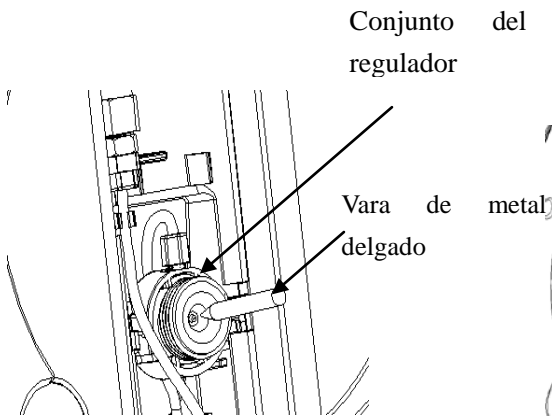

Figura 31
1. En primer lugar, elegir la arandela de sellado con una pequeña vara de metal (como se muestra en la figura 31), y retirar el conector de CO2 (aunque si sólo va a reemplazar la arandela de sellado, este paso puede ser evitado). Tenga cuidado de no dañar otras partes del regulador.